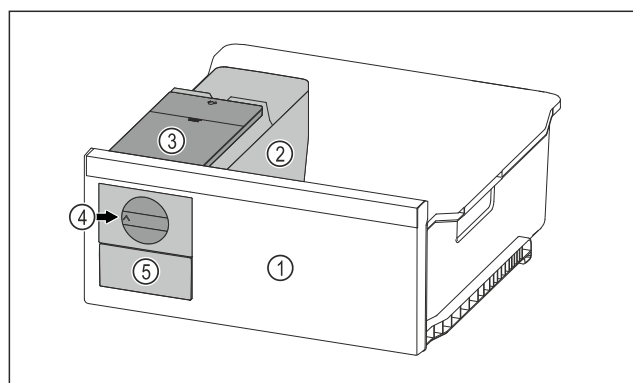

Fig. 74 Représentation à titre d'exemple
- ▶ Tourner le bouton rotatif Fig. 74 (4) dans le sens horaire jusqu'à la butée.
- ▷ Les glaçons tombent du bac à glaçons dans le tiroir à glaçons Fig. 74 (5).